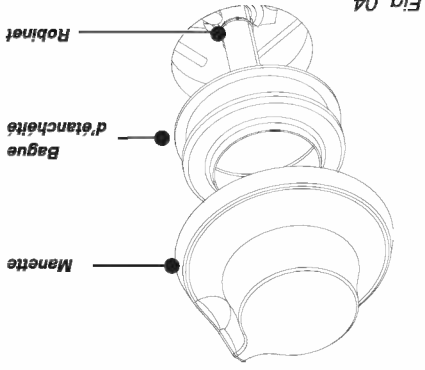

Fig. 04
• Réglez les ralenti des robinets : ceux-ci sont situés sous les manettes (Fig. 04).